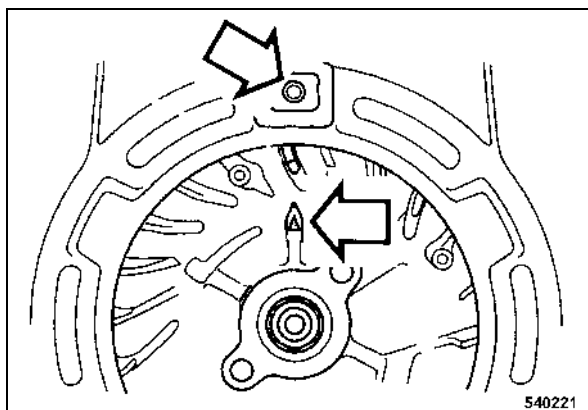

fig. 47
- Aligner le repère Δ au volant avec l'orifice supérieur du capot du ventilateur (fig. 47).